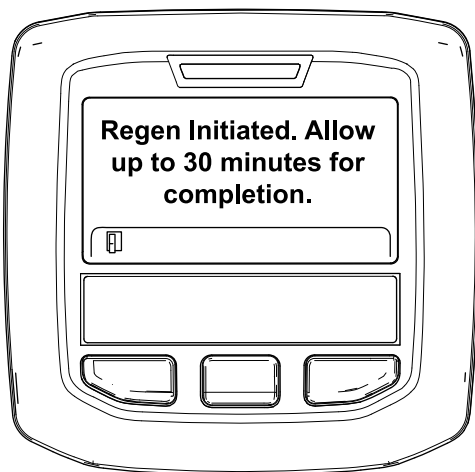

Figura 39
- Se la rigenerazione è consentita, nell'InfoCenter viene visualizzato il messaggio "Rigen. iniziata". Attendere fino a 30 minuti per il completamento, attendete il completamento del processo di rigenerazione parcheggiata da parte della macchina (Figura 39).